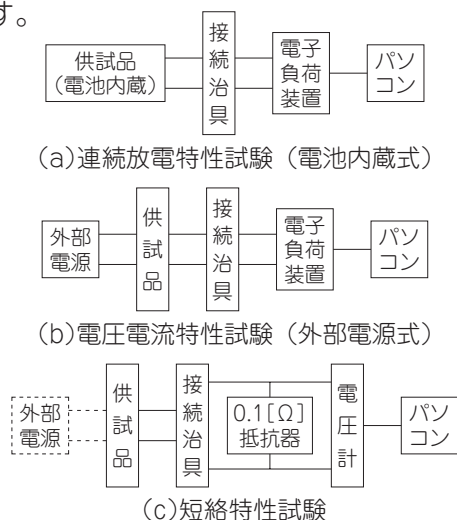

図1 各試験の接続図
- 1) 都産技研では、充電容量を算出するため電池内蔵式は図1(a)に示す接続で連続特性試験を、外部電源式では図1(b)に示す接続で電圧電流特性試験を行います。
- 2) 電池内蔵式と外部電源式は共に、図1(c)に示す接続で短絡特性試験を行います。当センターでは、同図に示す0.1[Ω]抵抗器で出力を短絡した状態で1分間測定し、MEIA規定で要求されている短絡試験を行うことができます。
図1(a)の連続放電特性試験結果例を図3(a)に示します。図3(a)は同型の3つの供試品それぞれが4[V]に降下するまでの時間の平均値を求め、MEIA規定による算出式で充電容量を求めます。図1(c)の短絡特性試験結果例を図3(b)に示します。短絡すると同時に5秒以内に換算電流が1[A]以下になり、かつ1分間異常がないことが条件です。